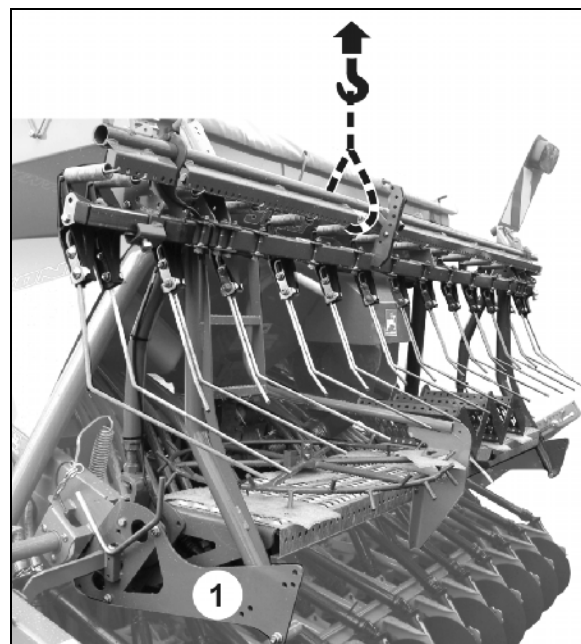

Fig. 72
1. Sikre langfingerharven med en kran (se Fig. 72).
2. Fjern de to transportplatene (Fig. 72/1) som brukes til på feste langfingerharven på maskinen.